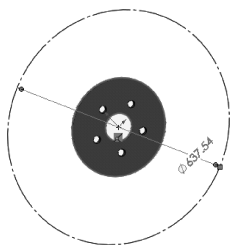

图 12-24 绘制草图并标注尺寸 1
2) 单击【特征管理器设计树】中的【前视基准面】图标, 使其成为草图绘制平面。单击【标准视图】工具栏中的 (正视图) 按钮, 并单击【草图】工具栏中的 (草图绘制) 按钮, 进入草图绘制状态。使用【草图】工具栏中的 (圆弧)、 (智能尺寸) 工具, 绘制如图 12-24 所示的草图。单击 (退出草图) 按钮, 退出草图绘制状态。